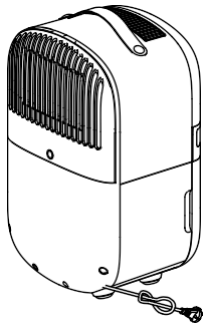
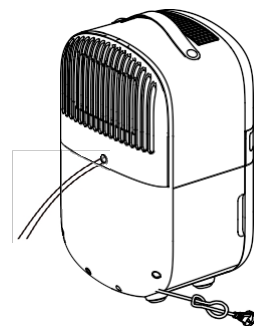

fig. 4
fig. 6
2. Koble strømledningen fra stikkkontakten. Sørg for fri tilgang til baksiden av apparatet (fig. 4).
3. Bryt opp pluggen til dreneringshullet i filterdekselet (6), ta av dekselet og fjern gummipluggen fra dreneringshullet.
4. Trekk dreneringsrøret (12) gjennom hullet i dekselet og skyv det inn i dreneringsstussen under dekselet (fig. 6).